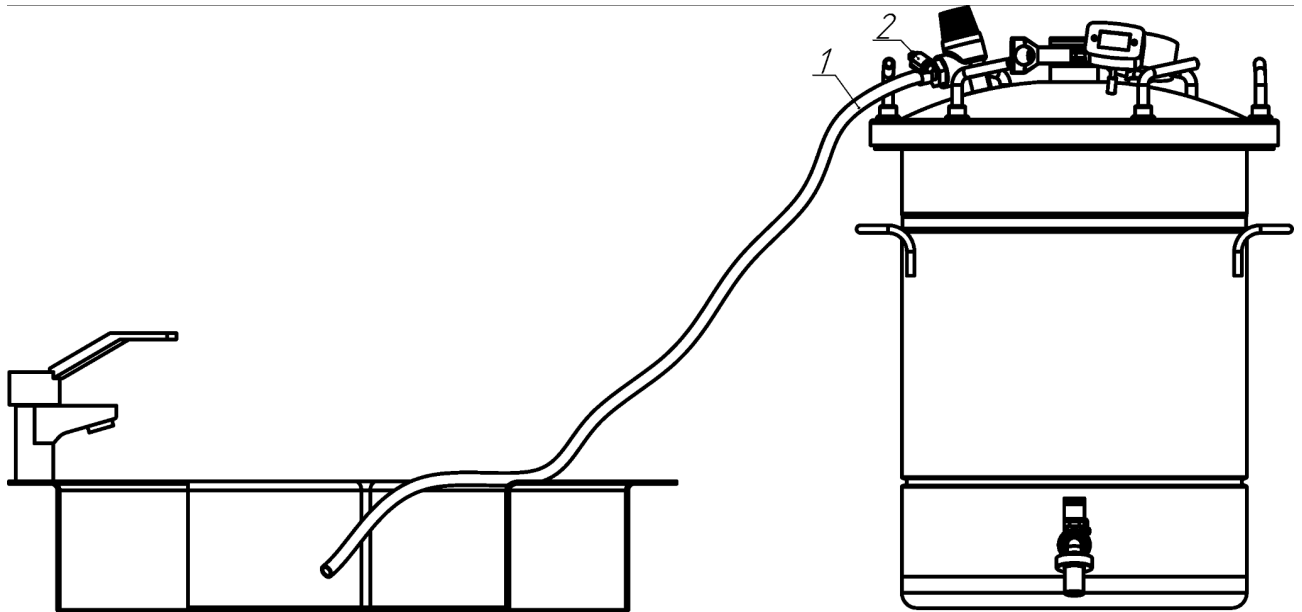

Рисунок 2 - Установка шланга для для выхода избыточного давления (горячего пара) из автоклава
- установить в верхнюю часть бака силиконовую прокладку (6);
- накрыть автоклав крышкой (5) и плотно зафиксировать её с помощью винтов (16) (6 шт.);
- на штуцере «ёлочка» (11) клапана сброса избыточного давления (10) с помощью хомута зафиксировать шланг;
- с помощью шланга соединить штуцер (11) с термостойкой емкостью (кухонная раковина, иные металлические ёмкости, термостойкий пластик и т.п.) (Рисунок 2).